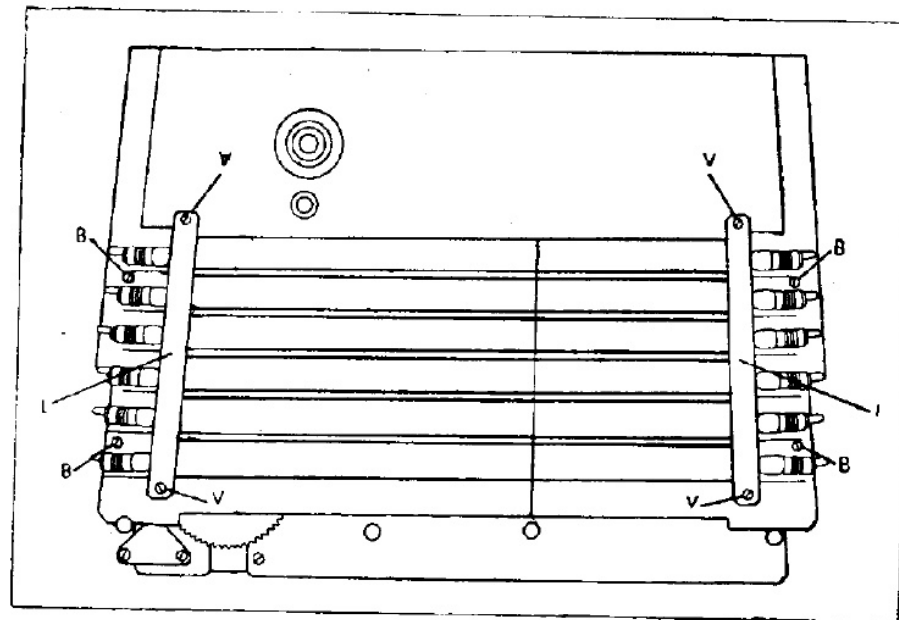

Fig. 1. - Telaio della scala.
- 3) si sfilia il telaio metallico con precauzione, che, dopo tale operazione, si presenterà, come illustrato in fig. 1;
- 4) per sostituire una delle stecche, occorre togliere le quattro viti (V) che fissano i due listelli metallici (L), dopo di che le singole stecche di cristallo si liberano facilmente;
- 5) dopo la sostituzione occorre controllare che i segni (O) sulle singole stecche siano ben allineati e vengano coperti dall'indice, allorché il condensatore variabile si trova in posizione « chiuso » (v. anche preliminari per l'istruzione di taratura);
- 6) dovendo sostituire la funicella di comando, è necessario togliere il pannello della scala, svitando i quattro dadi che lo fissano al telaio dell'apparecchio. I dadi non sono visibili in figura, perché si trovano dalla parte opposta, verso l'interno dell'apparecchio, in corrispondenza delle viti (B);